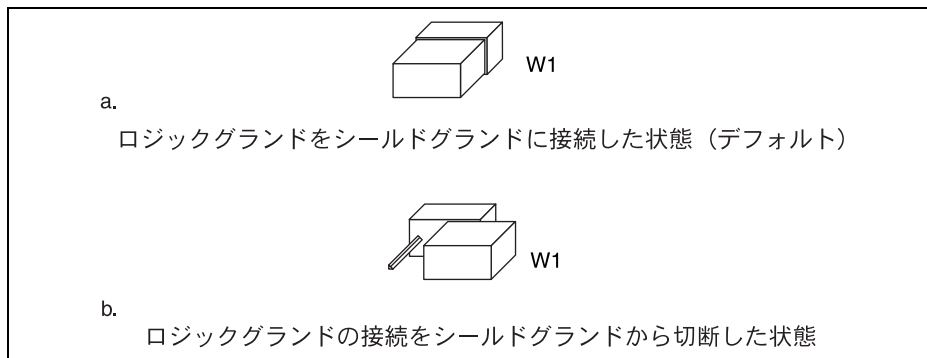

図 5 GPIB-PCII/IIA のグラウンド設定ジャンパの設定
2. このジャンパを取り外し、図 5 のように、ジャンパピン 1 本だけを覆うように差し込みます。